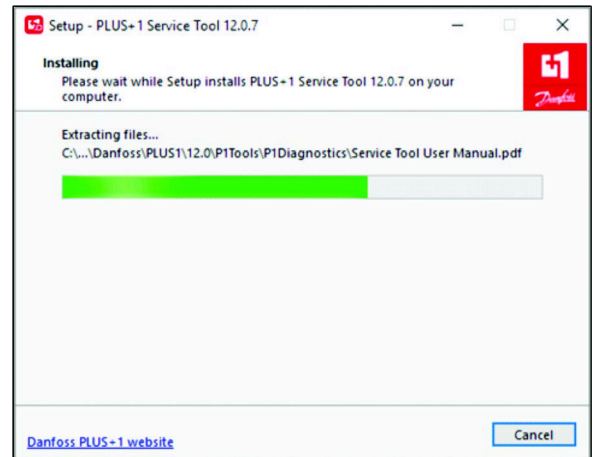

Figure 27
**Remarque:** La boîte de dialogue de progression (Figure 27) s'affiche.